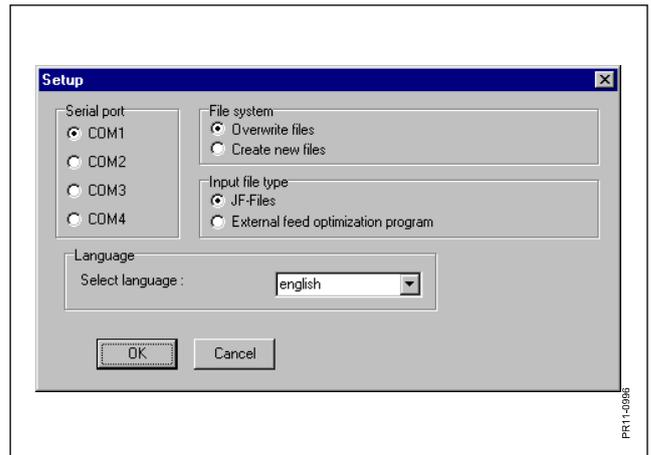

Fig. 7.9
**Fig. 7.9** Seleccione la opción "setup". Ingrese el puerto al cual está conectado el Receptor/Transmisor, normalmente COM1 ó COM2. El programa está listo para recibir o transmitir datos. El tipo de archivo es CSV, con separación " ; " y la mayoría de los programas de worksheet pueden funcionar con ello sin problemas.